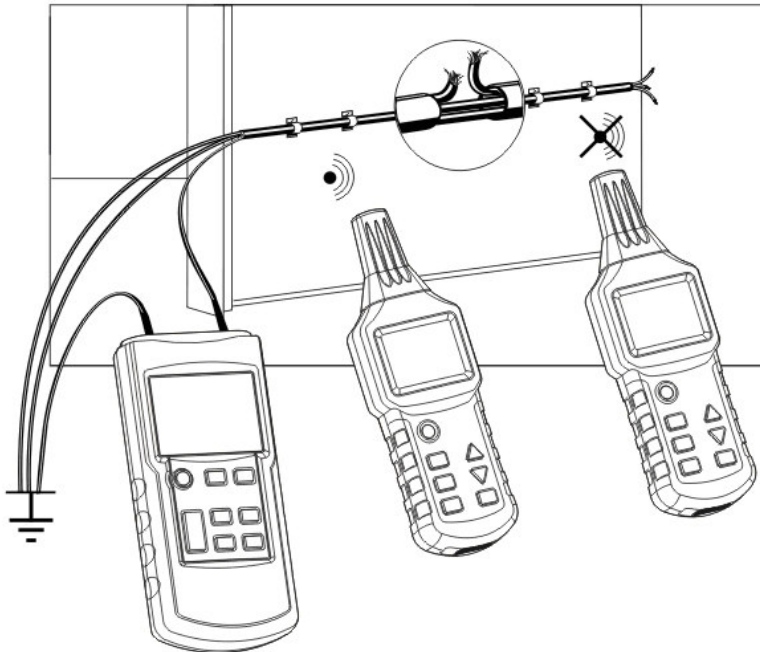

Abb.11
- Alle anderen Leitungen müssen mit der Erde verbunden sein (gem. Abb. 11).
- Schließen Sie den Sender an den betreffenden Draht und die Erde an (siehe Abb. 11).